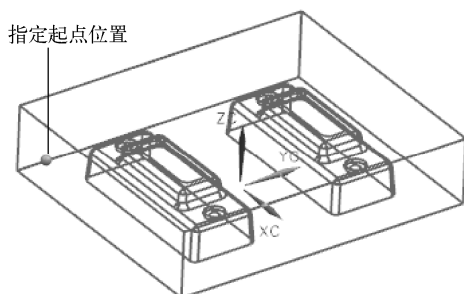

图 9-26 指定管道起点位置
(3) 在对话框的【通道拉伸】选项组中，从【运动】下拉列表中选择【距离】选项。
(4) 在对话框的【通道位置】选项组中,单击【指定点】,可以在【选择条】工具条中,设置【点在面上】,指定管道的起始位置点,如图 9-26 所示。